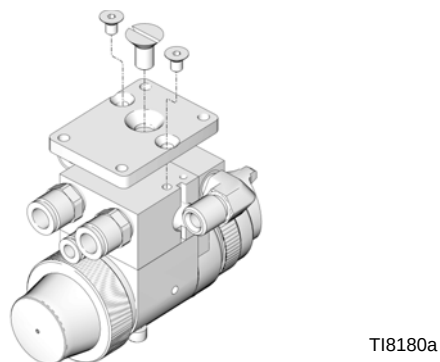

FIG. 5: Achteraf monteren op plaat met verloopstuk
1. Monteer de plaat met verloopstuk op het spuitstuk met de drie schroeven in de set (FIG. 5).